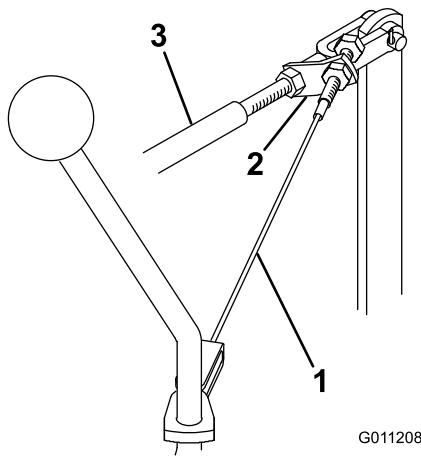

Bild 47
1. Lockern Sie die Klemmmutter, mit der die Kabelgruppe an der Halterung der Mäh-/Hubschaltstange befestigt ist (Bild 47).
3. Halten Sie die Mäh-/Hubschaltstange in der hinteren Stellung und ziehen Sie gleichzeitig die hintere Sicherungsmutter fest, um fast das ganze Spiel aus der Kabelgruppe zu entfernen (Bild 47). Spannen Sie das Kabel nicht zu fest.